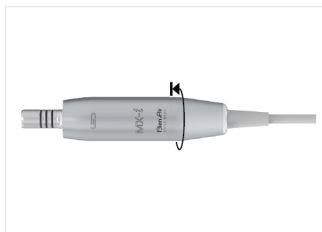

图. 4
4. 固定住马达，以便将线缆套充分旋入到马达后部的接头中。图4。